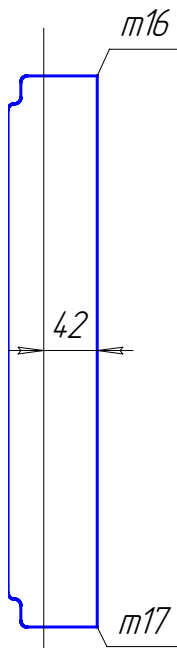

Рис. 131
8. Побудувати допоміжну пряму паралельно відрізьку $m16-m17$ на відстані 42 мм (рис. 131).